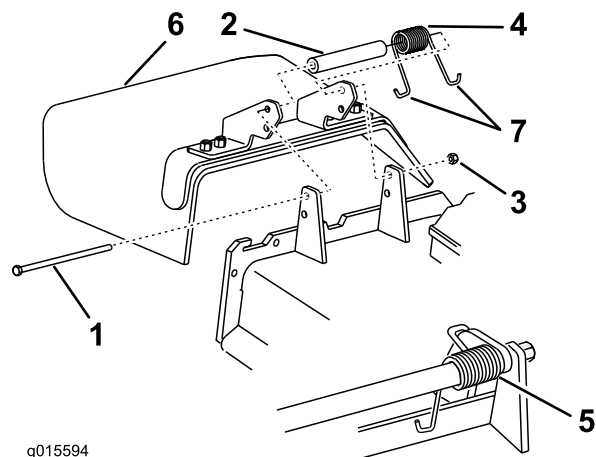

Figura 121
1. Retire la contratuerca, el perno, el muelle y el espaciador que sujetan el deflector a los soportes de pivote (Figura 121).
2. Retire el deflector de hierba dañado o desgastado (Figura 121).
Nota: Asegúrese de colocar un extremo en J del muelle detrás del reborde de la carcasa antes de instalar el perno, tal y como se muestra en la Figura 121.
6. Coloque un extremo en J del muelle alrededor del deflector de hierba (Figura 121).